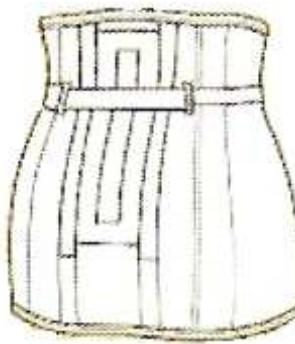

Figure 32 : CMLR ventrière et montante au dos avec tirant hypogastrique⁽⁵⁶⁾
- CMLR ventrière et montante au dos avec bride de rappel lombo-sacrée ou tirant hypogastrique. Prévue pour les hommes et quelques fois les femmes avec proéminence abdominale, la forme montante au dos augmente la surface d'appui dorsale afin de permettre un bon maintien du tablier abdominal et un soulagement du dos. La tension de la bride soulage l'abdomen et augmente le verrouillage lombaire (Figure 32) ;